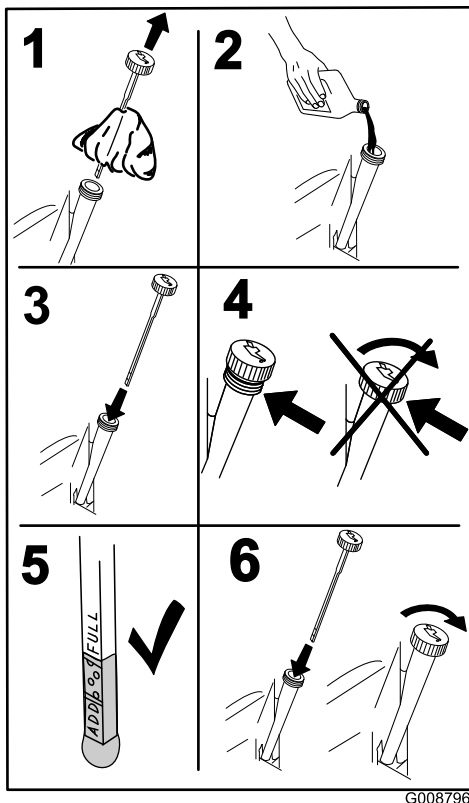

Figura 40
- 4. Togliete l'asta di livello ed asciugatela con un panno pulito (Figura 40).